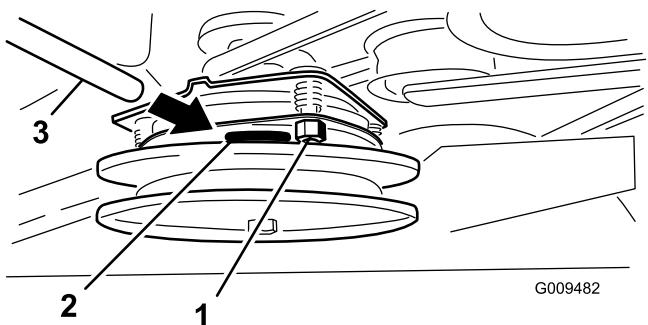

Bild 58
2. Sollte eine Einstellung erforderlich sein, stellen Sie 0,381 mm für jede der drei Einstellungsschlitzpositionen ein. Ziehen Sie die Sicherungsmuttern fest, bis die Führerlehre etwas fest sitzt, jedoch leicht bewegt werden kann (Bild 58).